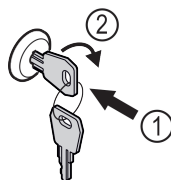

Fig. 169
- Insérer la clé. Fig. 169 (1)
- Tourner la clé à 90° dans le sens horaire. Fig. 169 (2)